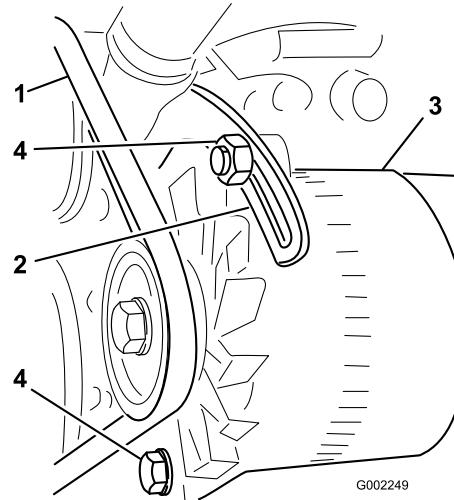

Figura 57
- Desaperte as porcas que fixam a abraçadeira ao motor e a porca que fixa o alternador à abraçadeira (Figura 57).